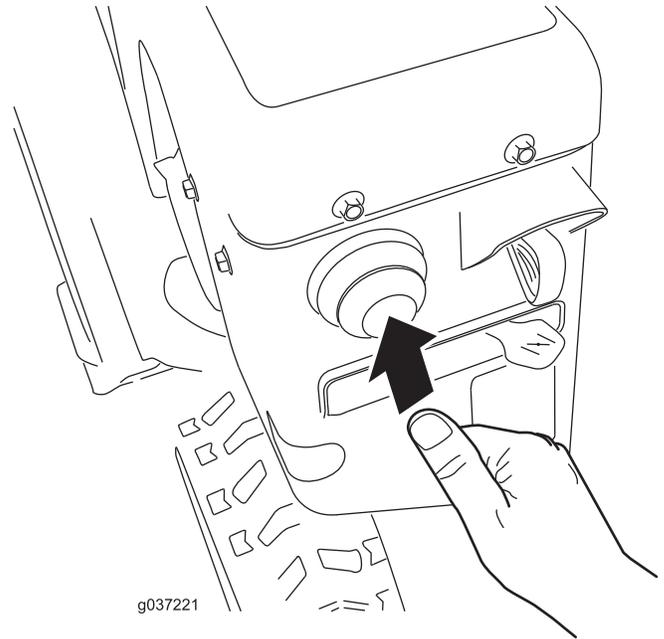

Figure 20
4. Appuyez fermement sur l'amorçeur avec le pouce comme indiqué dans le tableau ci-dessous, en marquant une pause d'une seconde chaque fois (Figure 20).